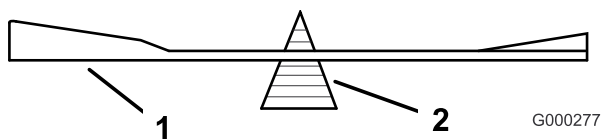
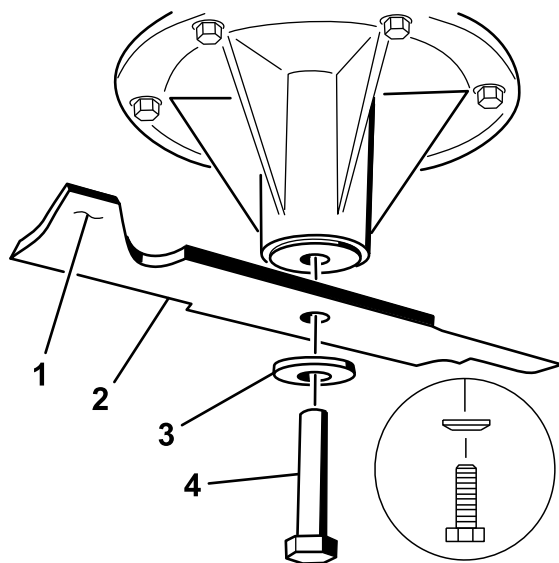

Figure 96
Figure 97
2. Vérifiez l'équilibre de la lame en la plaçant sur un équilibreur (Figure 96). Si la lame reste horizontale, elle est équilibrée et peut être utilisée. Si la lame est déséquilibrée, limez un peu l'extrémité de la partie relevée seulement (Figure 97). Répétez cette procédure jusqu'à ce que la lame soit équilibrée.
1. Placez la lame sur l'axe (Figure 97).
2. Installez la rondelle élastique et le boulon de la lame. Le côté bombé de la rondelle élastique doit être dirigé vers la tête du boulon (Figure 97). Serrez le boulon à un couple de 115 à 150 Nm (85 à 110 pi-lb).